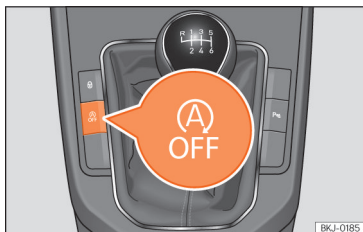

Рис. 85 Центральна консоль: вимикач системи Старт-Стоп
- Щоб відключити/підключити систему Старт-Стоп вручну, натисніть клавішу . >>> **рис. 85**